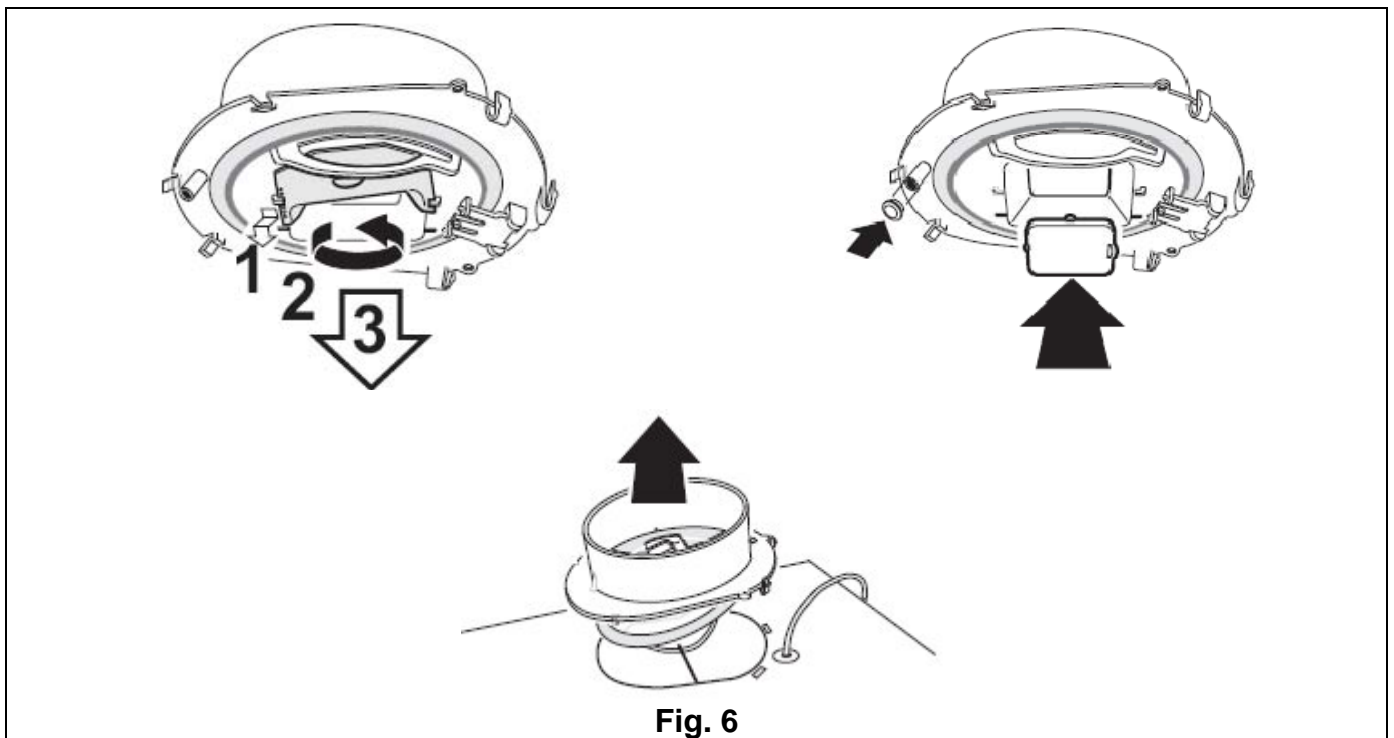

Fig. 6
**NB:** Kjøkkenheten må ha spjeld som er tett i lukket stilling (uten åpning for grunnventilasjon). Fjern det regulerbare spjeldbladet og monter medlevert blindlokk monteres som vist i fig. 6.
**NB:** Spiskåpan måste ha spjäll som är "tätt" i stängt läge ( utan öppning för grundventilation). Ta bort det reglerbara spjället och montera det medlevererade "blindlocket" enl. fig. 6
**NOTE:** Die Klappe der Haube muß im geschlossenen Zustand dicht schließend sein (keine Öffnung für Grundlüftung). Entfernen Sie das Klappenblatt und montieren Sie den beigelegten Spund nach fig. 6.
**NOTE:** The cookerhood must be equipped with damper which is tight in closed position (no opening for basic ventilation). Remove the adjustable damper blade and install the provided bung as shown in fig.6.